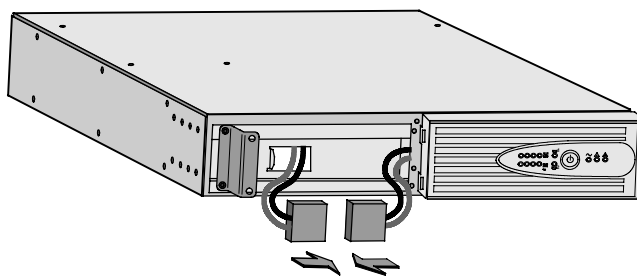

Рисунок 2. Подключение разъемов внутренних батарей
2. Соедините разъемы внутренних батарей, крепко сжав их вместе (см. Рисунок 2).